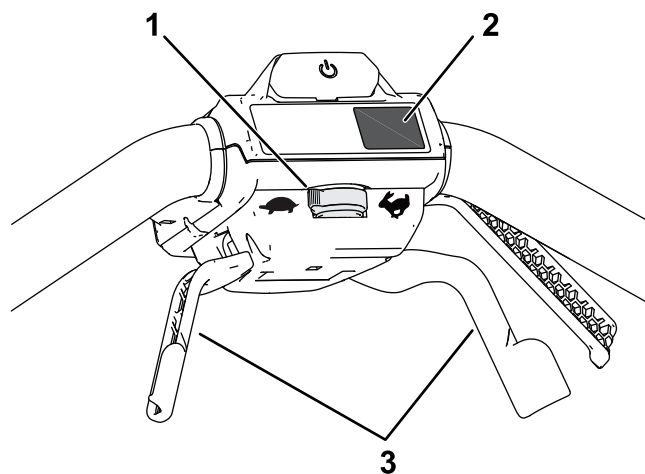

Figura 12
- Per regolare la velocità di movimento automatica, regolate il comando della velocità (Figura 12).
- Per innestare la trazione automatica, tirate le maniglie della trazione automatica verso la maniglia e mantenete la posizione (Figura 12).
Premete il pulsante MAX posto sotto il pulsante On per impostare la macchina alla velocità MAX (Figura 12).